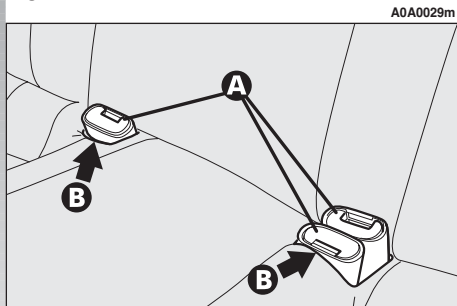

fig. 23
- placer les boucles des ceintures de sécurité (**A-fig. 23**) dans leurs sièges (**B**) dans le coussin;